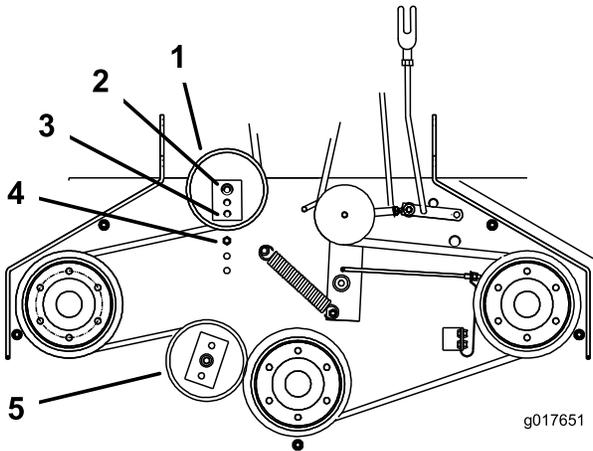

Figure 48
- S'il n'est plus possible de régler le tendeur et que la courroie est encore détendue, il faut alors repositionner la poulie de tension arrière dans le trou central ou avant (Figure 48). Utilisez le trou qui donnera le réglage correct.
- Lorsque la poulie de tension est déplacée, le guide de courroie doit l'être également. Placez le guide de courroie à la position avant (Figure 48).